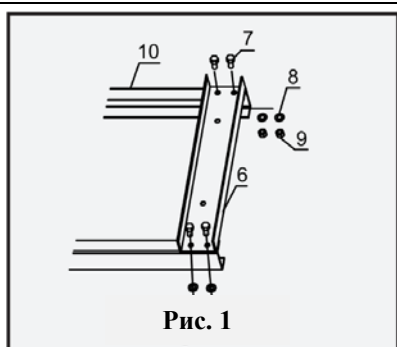

Рис. 1
2. Установите стойки рамы (10) на устойчивую плоскую и выровненную поверхность. Совместите отверстия на верхней балке (6) с отверстиями стоек рамы (10) и закрепите их при помощи болтов (7), шайб (8) и гаек (9). Смотрите рис. 1.